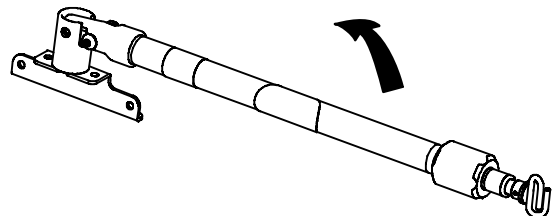

Abbildung 22 – Verstauposition des zweistufigen Infusionsständers
1. Den Infusionsständer anheben und aus der Verstauposition herausdrehen. Nach unten drücken, bis der Infusionsständer in die Aufnahme (A) einrastet.
2. Um den Infusionsständer anzuheben, den Schließring (B) gegen den Uhrzeigersinn drehen und am Teleskopteil (C) nach oben ziehen. Den Infusionsständer auf die gewünschte Höhe anheben.
3. Den Schließring (B) im Uhrzeigersinn drehen, um den Teleskopteil (C) zu arretieren.
4. Die Infusionsbeutel am Infusionshaken (D) aufhängen.
5. Den Schließring (B) gegen den Uhrzeigersinn drehen und den Teleskopteil (C) in das untere Rohr schieben.
6. Zum Arretieren den Schließring (B) im Uhrzeigersinn drehen.
7. Den Infusionsständer anheben und nach unten in die Verstauposition drehen (Abbildung 22).